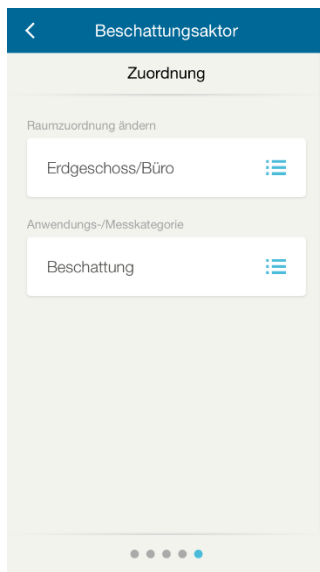

Bild 11
**Zuordnung (Bild 11):** Hier kannst du die Raumzuordnung sowie die Anwendungs- und Messkategorie ändern.